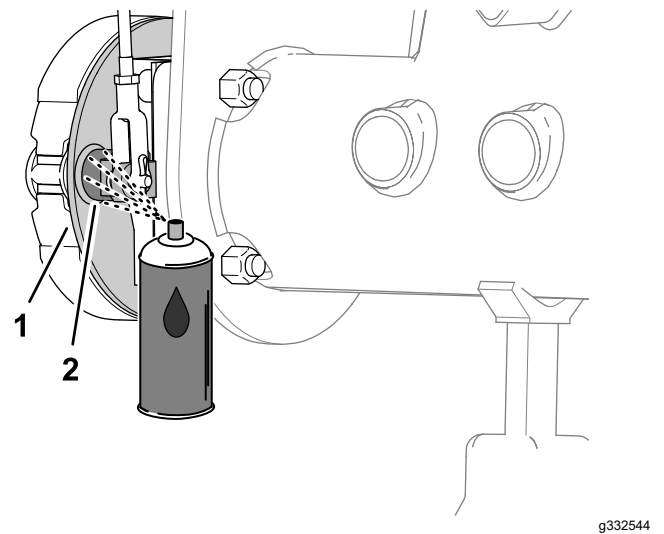
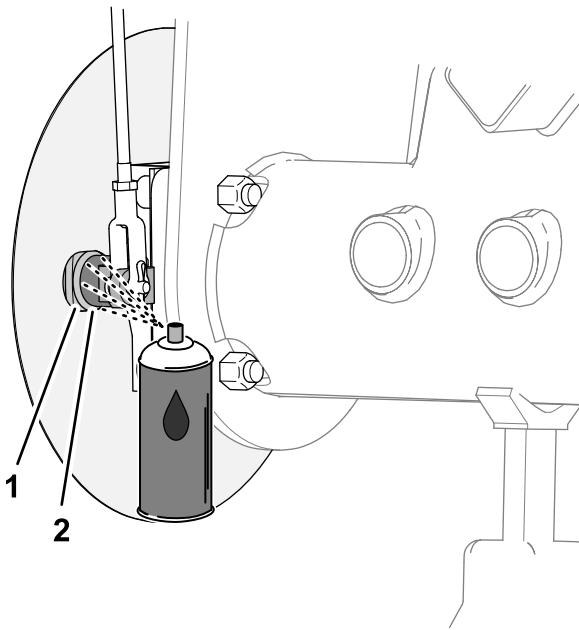

图 68
图 69
1. 在制动支撑板不带选配轮辋挡草罩的机器或车轮护罩带选配轮辋挡草罩的机器的内侧在制动凸轮轴和支撑板之间喷涂渗透润滑油图 68 或图 69。